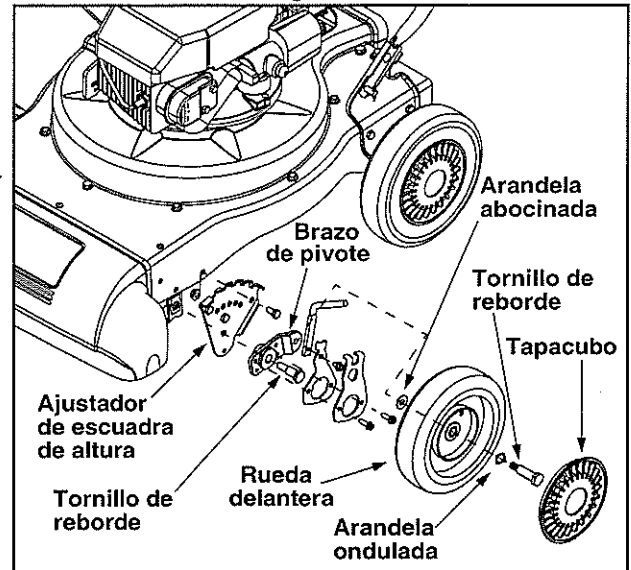

Figura 14
- Quitar los tapacubos delanteros, los tornillos de reborde, las arandelas onduladas y las arandelas abocinadas que van sujetas a las ruedas delanteras. Ver la Figura 14.